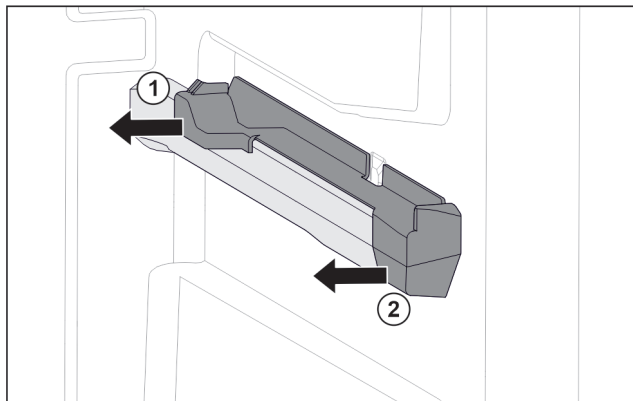

Fig. 77 Aufsteckteil auf der rechten Behälterrippe
- Aufsteckteil hinten zur Seite abziehen. Fig. 77 (1)
- Aufsteckteil vorne zur Seite abziehen. Fig. 77 (2)